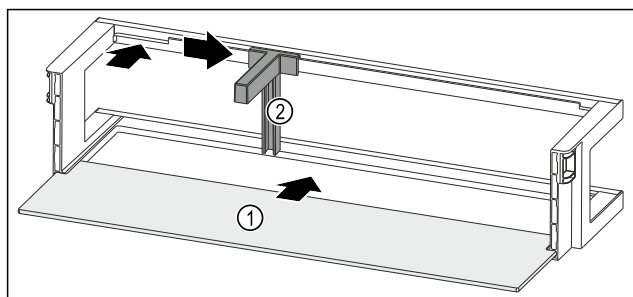

Fig. 279 Półka w drzwiach z półką
- ▶ Wsunąć półkę Fig. 279 (1) w boczne wycięcia.
- ▶ Włożyć uchwyt butelek Fig. 279 (2) do zagłębienia.
- ▶ Przesunąć uchwyt butelek Fig. 279 (2) na wybraną pozycję na bok.